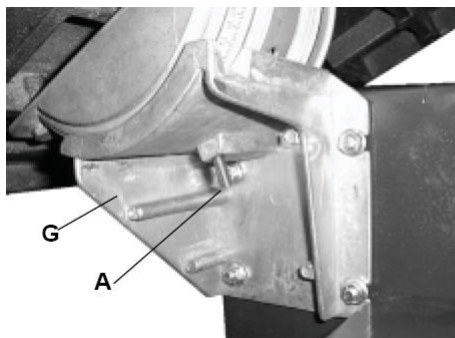

Рис. 3
- Переверніть стіл та відкрутіть баранчик-гайку (С) від болта регулювального блоку (А), болт повинен знаходитися у отворі регулювального блоку (Рис. 3).
- Посуньте стіл та механізм нахилу столу з підпорою до підпори нахилу столу (G) та затягніть болт (А), який з'єднує механізм нахилу столу з підпорою та підпорою нахилу столу (Рис. 3).